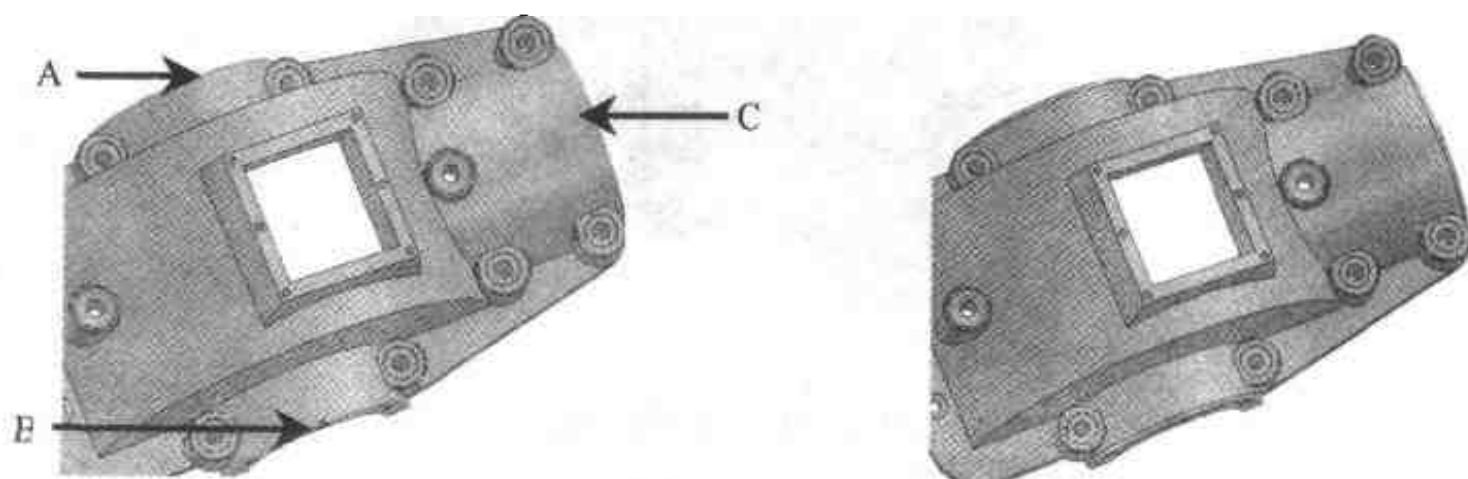

图 2.53 完成轴承座凸台边缘的过渡
- (2) 单击【边过渡】按钮，在【过渡半径】文本框中输入“5”，按照如图 2.53 所示依次单击 3 个半圆柱形轴承座凸台的上表面外边缘(A、B、C)，单击【完成】按钮，结果如图 2.53 右图所示。